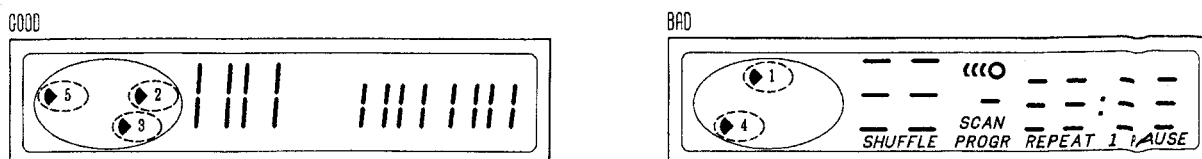

Fig. 1
**Il display visualizza il risultato (ved. la Fig.1)**